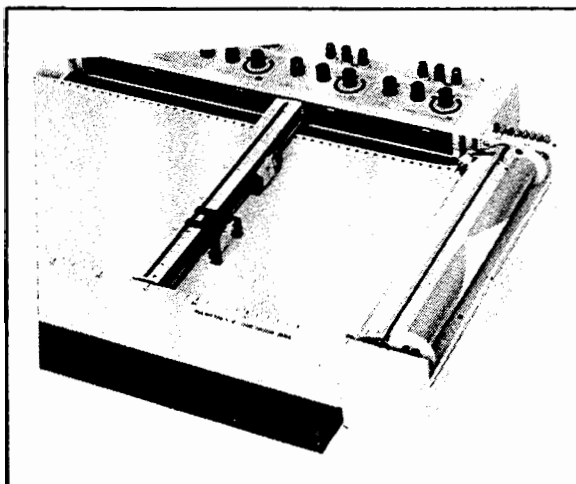

図 3.25
- 2) チャートを引き出し、巻取部の紙押えを上にあげて記録紙を通し、図 3.25 に示すように記録紙両端の穴をスプロケットの歯に合わせ、紙押えをおろします。